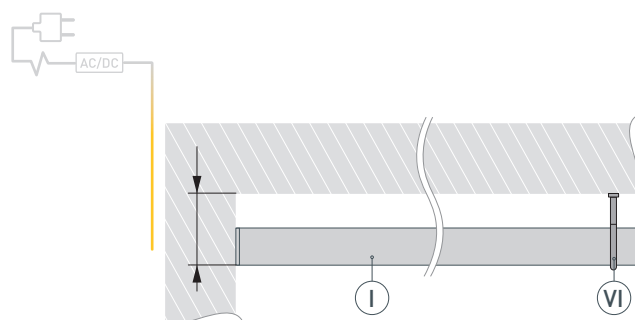
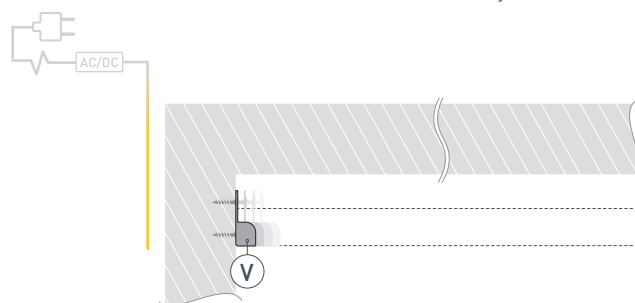

Рис. 3.
Рис. 4.
- 4 / Приложите профиль **I** к поверхности так, чтобы жесткий подвес **VI** плотно прилегал к верхней поверхности, как показано на рис. 3. Отметьте места, где должен будет располагаться настенный держатель **V** и отложите профиль **I**. Закрепите настенный держатель **V** на боковой поверхности, как показано на рис. 4.